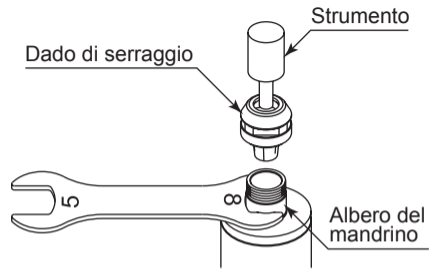

Fig. 21
- ① Rimuovere gli strumenti seguendo le procedure indicate nel presente capitolo 7 "SOSTITUZIONE DELLO STRUMENTO" e rimuovere il gruppo dado di serraggio (fig. 21).